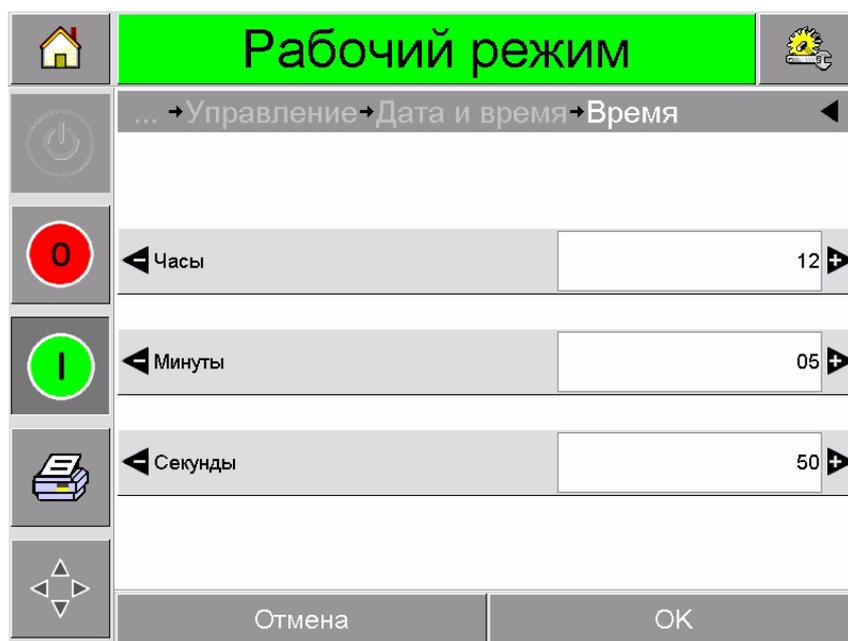

Рис. 3-10: Установка времени в системе CLARiTY®
- 9 Нажмите кнопку Time («Время»), чтобы установить время. Появится страница установки времени, как показано на Рис. 3-10 на стр. 3-8.